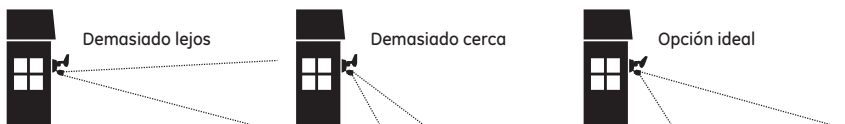

Figura 13
- Incline el sensor de movimiento levemente hacia abajo (aprox. 10-15°). Esto creará un área de detección máxima con la mayor precisión, de 15 a 70 pies (ver **Figura 13**).